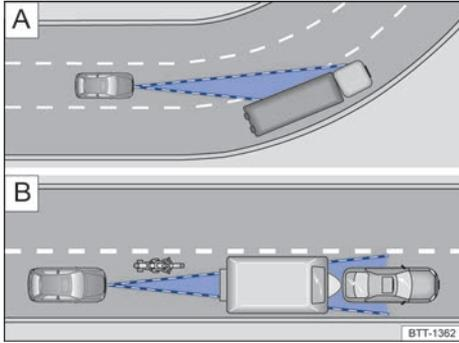

Fig. 126 A) Tramo en curva. B) Vehículos fuera del radio de acción del sensor de radar.
El sensor de radar mide siempre en línea recta. Por ello, en las curvas pronunciadas puede que detecte vehículos erróneamente o que no detecte vehículos que circulen por delante → fig. 126 A).
- En caso de vehículos que circulen fuera de la zona del sensor a poca distancia de su vehículo, p. ej., motocicletas → fig. 126 B).